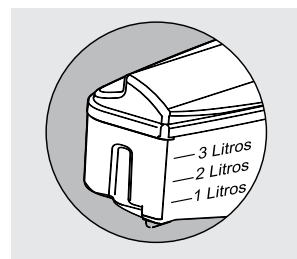

Figura 43
- No exceda la capacidad máxima de agua que se indica en el tanque (3 litros). (Figura 43)